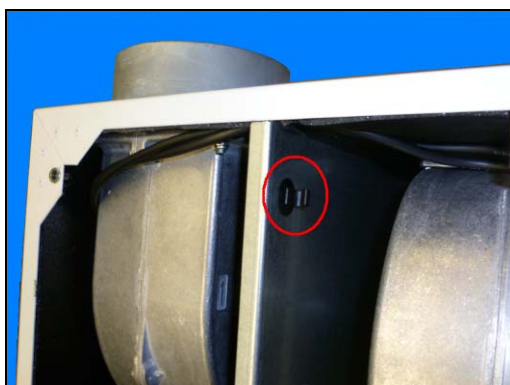

Bild 3
- 4) Den Kabelclip in die Bohrung einsetzen (Bild 3). Dabei darauf achten, dass der Clip zweimal einrastet (hörbar).